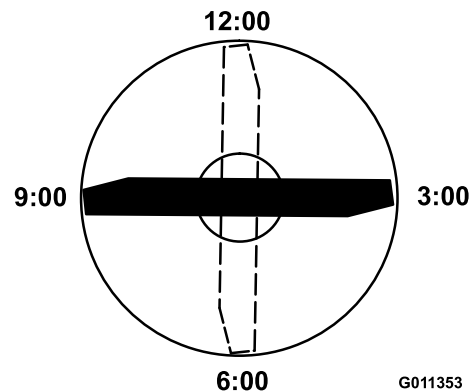

Figura 64
4. Coloque el filo de corte del extremo marcado de la cuchilla en la posición de las 12 (hacia adelante, en el sentido de la siega) (Figura 64) y mida la altura desde la mesa hasta el filo de corte de la cuchilla.
5. Gire el extremo marcado de la cuchilla a las posiciones de las 3 y de las 9 (Figura 64) y mida las alturas.